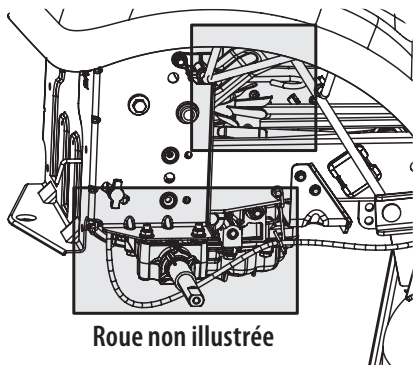

Figure 32
- Gardez l'essieu ainsi que la partie autour de la transmission et du ventilateur propres. Voir Figure 32.